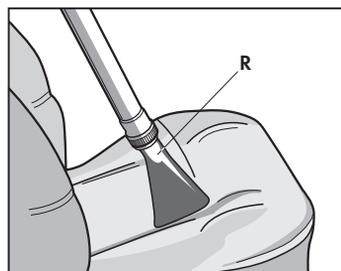

Fig. 21
**BOCCHETTINA PER TESSUTI (R) (Fig. 21)**